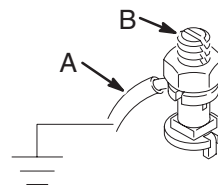

Fig. 1
**Jorda omröraren** genom att koppla ena änden av jordledningen (A) till jordanslutningen (B) på omröraren. Se Fig.1. Anslut andra änden av jordledningen till en god jordpunkt.